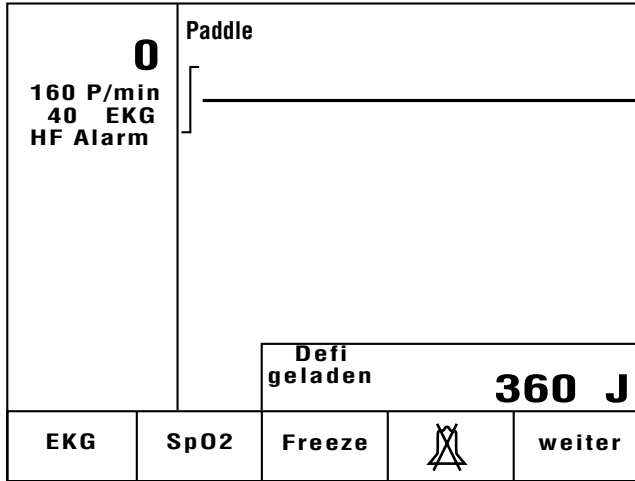

Bild 3-9. „Defi geladen“ und Anzeige der gespeicherten Energie
- \* Sobald der Speichervorgang beendet ist, ertönt ein Piepton. Der Hinweis „Defi geladen“ erscheint, und die gespeicherte Energie wird angezeigt (Bild 3-9).
Nach dem Auslösen verstummt der Piepton und die tatsächlich abgegebene Energie wird für 10 s angezeigt (anstelle der gespeicherten Energie, Bild 3-9). Dieser Wert darf maximal um  $\pm 15\%$  oder  $\pm 4$  Joule vom gewählten Energiewert abweichen. Gleichzeitig wird eine Registrierung ausgelöst (16 s).